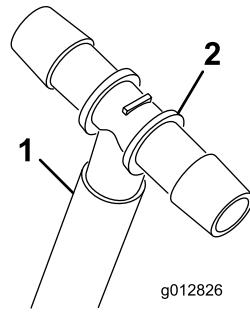

Figura 16
- A. Coloque uma braçadeira no tubo curto e, de seguida, insira uma união em T na extremidade do tubo (Figura 16).